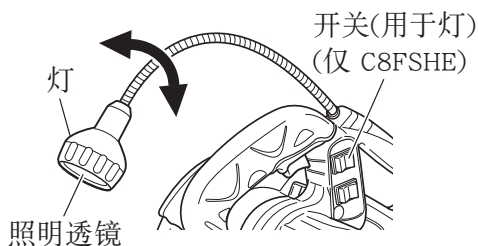

图 25
- (1) 将电动工具的插头插入电源插座。
- (2) 将灯开关拨到上位 (ON) 使其点亮，拨到下位 (OFF) 使其熄灭 (图 25)。
- (3) 左右移动灯，调整照明位置。